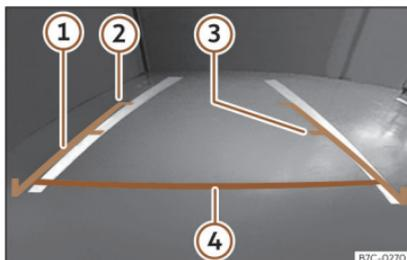

Fig. 186 Écran du système d'infodivertissement : lignes d'orientation.
- La charge du véhicule modifie la représentation des lignes d'orientation projetées »» fig. 186. La largeur qu'elles représentent diminue avec le niveau de charge du véhicule. Faites attention à l'environnement lorsque l'intérieur ou le coffre est chargé.
» fig. 186